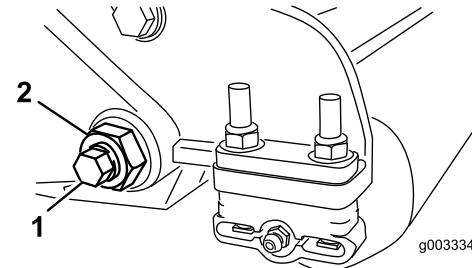

图30
3. 在机器的另一侧, 松开固定底刀架螺栓 (图30) 的锁紧螺母。
4. 拆下两个底刀架螺栓, 向下拉动底刀架并从机器螺栓 (图30) 上拆下来。